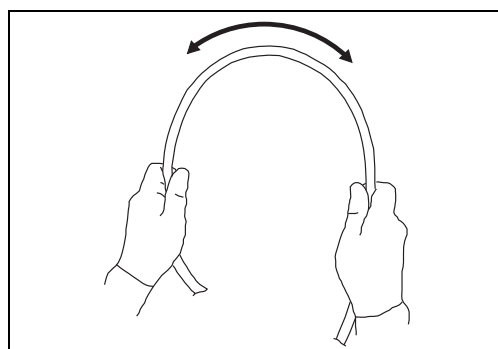

Рис. 2.6
- з) Двумя руками согните вводимую трубку в дугу, как показано на рис. 2.6. Скользящими движениями перемещая вводимую трубку в направлении стрелки на левой иллюстрации, убедитесь, что она плавно и легко сгибается в дугу по всей длине.